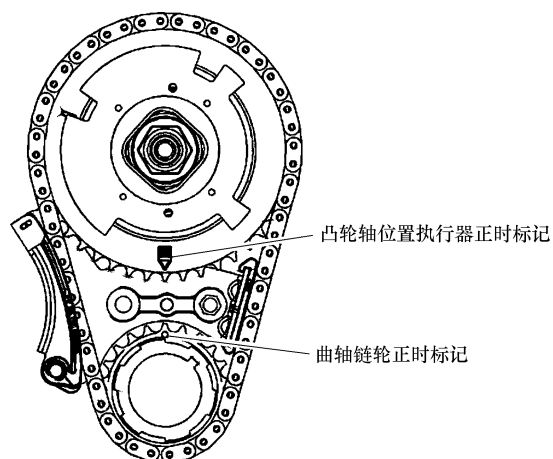

图 20-2 使凸轮轴位置执行器正时标记
- 4) 转动曲轴链轮, 使凸轮轴位置执行器正时标记与曲轴链轮正时标记对齐, 如图 20-2 所示。